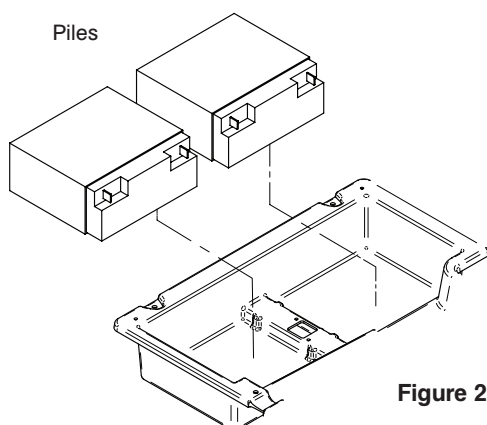

Figure 2
6. Déconnectez le lit de la prise de courant murale et placez l'interrupteur de pile en position «OFF» (0). Le lit ne devrait plus être alimenté en électricité.
8. Relevez les piles et gardez-les debout (référez-vous à la Figure 2 ci-dessus).
5. À l'aide du tournevis Phillips, retirez les deux vis maintenant le capteur d'angle au châssis de pied (référez-vous à la Figure 2 ci-dessus). **Remarque : Soyez prudent puisque le capot est grand et lourd.**